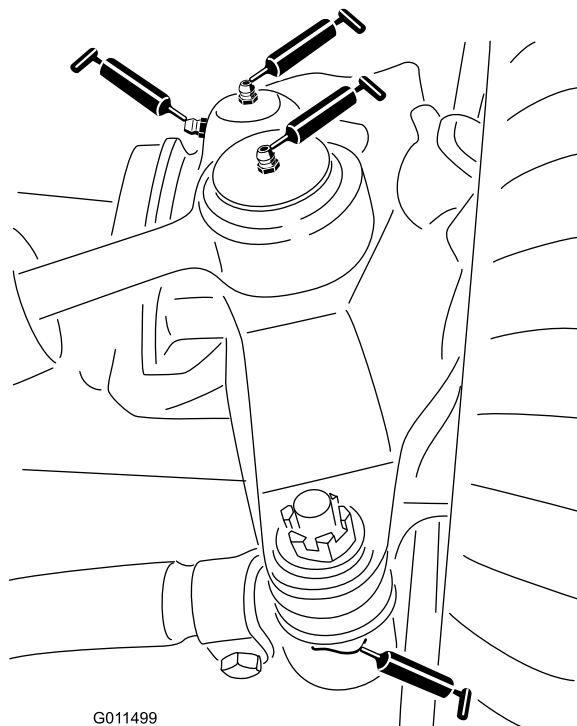

Figure 61
- Rotules de vérin de direction (2) (Figure 61)
- Rotules de biellettes (2) (Figure 61)
- Bagues de pivots de fusées (2) (Figure 61).